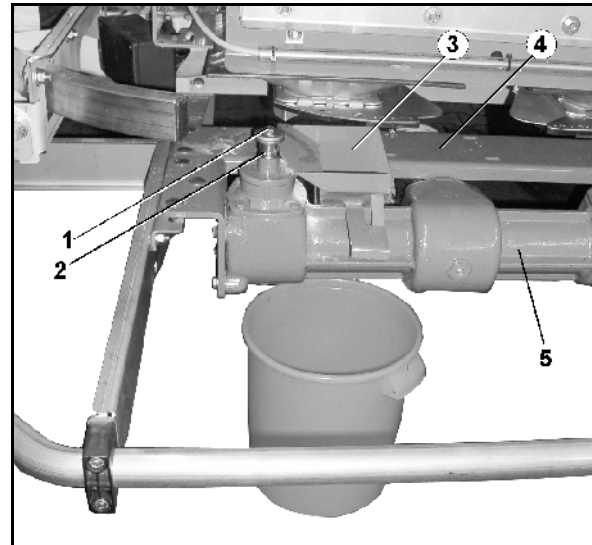

Рис. 54
4. Установите воронку (Рис. 54/3) между мостом (Рис. 54/4) и раздаточной коробкой (Рис. 54/5) и задвиньте до левого приводного вала.